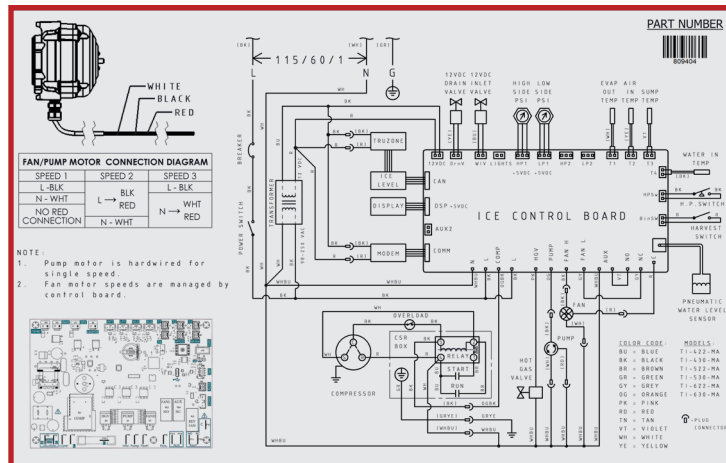

Рис. 1. Схема подключения расположена под верхней панелью.
- См. схему подключения под верхней панелью, как показано на рис. 1. Для того чтобы получить доступ, см. «Снятие панели» (стр. 41).